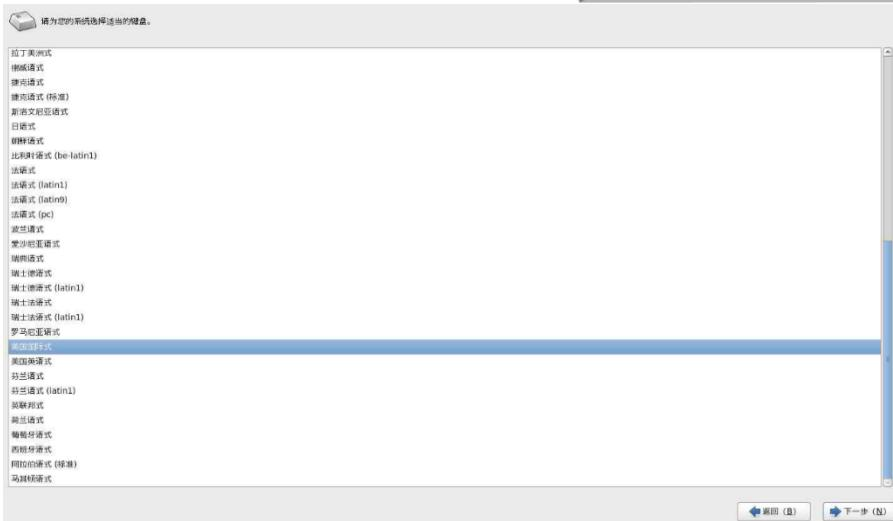

图 6-50
- k. 完成根密码设置后，进行安装空间设置，如图 6-50 所示。初次安装选择使用所有空间，并勾选查看并修改分区布局。